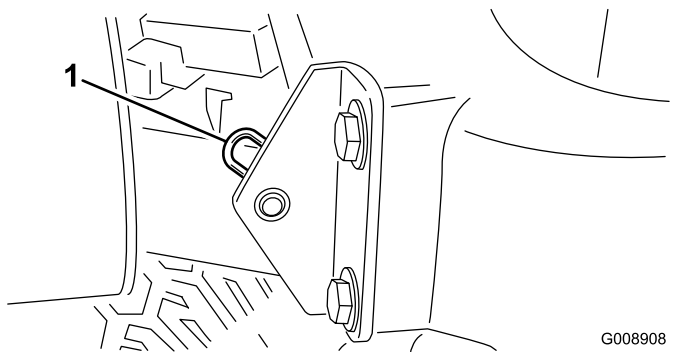

Figura 48
2. Retire el pasador que fija el pivote del capó a los soportes de montaje (Figura 48).